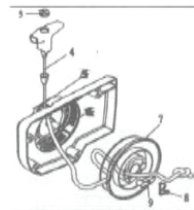

Fig 13
• Rimuovere il coperchio della candela (2) dall'estremità frontale del coperchio principale (1) • Rimuovere il coperchio del giunto della candela (3) e la candela (4) in sequenza. • Rimuovere il carbone accumulato sulla candela. • Verificare se la distanza A tra gli elettrodi è 0,5 mm, regolarla se troppo grande o troppo piccola. • Sostituire la candela nel caso in cui gli elettrodi sono molto usati. Suggerimento: Per la sostituzione si consiglia la candela tipo A BPMR7R. Dopo la verifica e il cambio della candela, montare il coperchio del giunto; assicurarsi che è messo in sicurezza alla stessa.
3. Sostituzione della fune dell'avviatore (v. Fig. 13) Quando logorata o rotta la fune d'avviamento ha bisogno di sostituzione. • Rimuovere le viti (2) dal coperchio del volante/avviatore e rimuovere il coperchio del blocco motore. • Togliere la molla elastica (8), il tamburo della fune (7) con cricchetto (9). • Con l'aiuto di un cacciavite, rimuovere il tappo filettato (3) dalla parte superiore dell'estremità avviatore, rimuovere la fune d'avviamento (4) dall'estremità. • Mettere una nuova fune attraverso l'estremità di presa ed attraverso le bronzine di direzione della fune (5), fare un nodo semplice all'estremità della fune e serrare il tappo filettato (3). • Passare la fune attraverso il tamburo della fune (7) (l'entrata è dal foro che si trova sulla scanalatura del rotore) assicurarla con un semplice nodo. • Avvolgere la fune intorno al tamburo della fune (7) in senso orario, fino a quando un pezzo di 300 mm rimane non avvolto. • Passare il tamburo della fune attraverso il montante dell'avviatore (6) e girarlo poco avanti e indietro fino ad agganciare l'occhiello di ancoraggio della molla della bobina. • Sostituire il cricchetto (9) dal tamburo della fune. • Premere con un cacciavite sulla molla elastica (8) dal montante dell'avviatore sopra il chiodo del cricchetto. Nota: La molla elastica deve essere orientata in senso antiorario. • Per mettere in tensione la molla della bobina, passare prima la fune attraverso la scanalatura del tamburo della fune per fare un occhio, dopo girare il tamburo della fune 4-5 volte in senso antiorario. • Tenere stretto il tamburo della fune, rimuovere la fune impigliata e sciogliere. • Liberare il tamburo della fune, rilasciare lentamente la fune d'avviamento perché la stessa si avvolta sul tamburo. • Montare il coperchio del volante/ avviatore (1) e le quattro viti (2).
4. Sostituzione del cricchetto (v. Fig. 13)